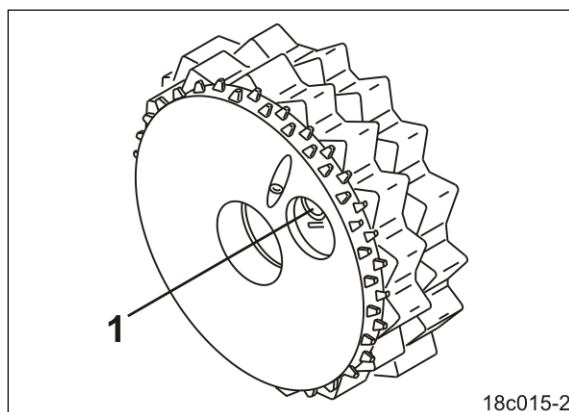

Fig. 65
1. Girar la rueda de sembrado normal sobre el eje de sembrado hasta que quede visible el pasador (Fig. 65/1) en el taladro.